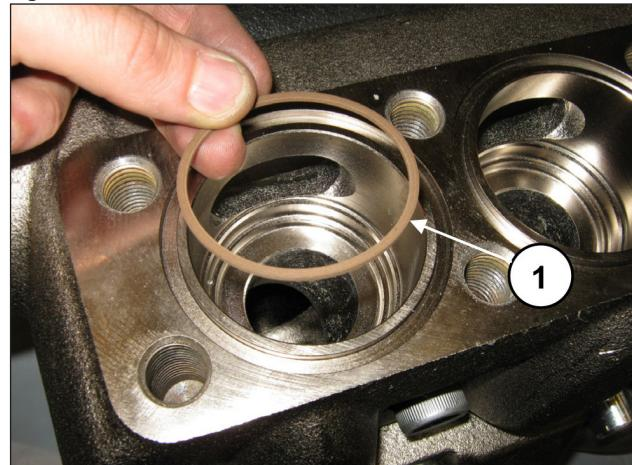

Fig. 156
Placer la bague anti-extrusion, rep. vue éclatée n° 23 (rep. ①, Fig. 156).